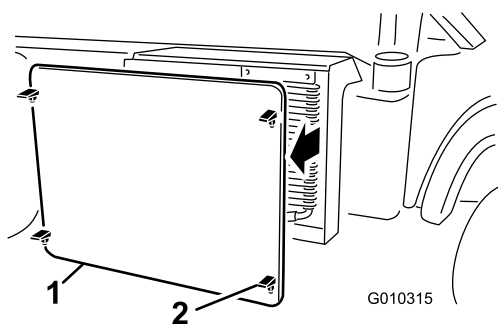

Figura 60
2. Sganciate e togliete la griglia del radiatore dalla parte anteriore del radiatore (Figura 60).